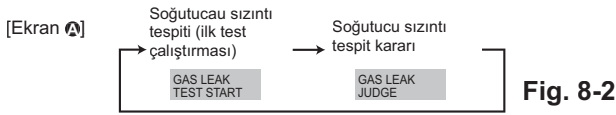

Fig. 8-2
- ② **CLOCK** (**↻**) düğmesine basın ve **[GAS LEAK TEST START]** (GAZ SIZINTI TESTİNİ BAŞLAT) seçeneğini seçin. (Fig. 8-2)